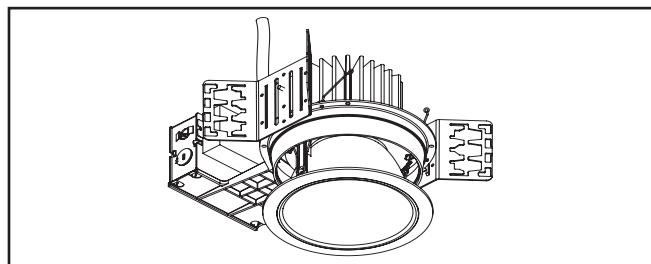

Figura 12.
11. Instale el motor de la luminaria LED y la unidad de la moldura insertando los muelles de torsión en los receptores del muelle ubicados dentro del alojamiento (Figura 12).
1. Extraiga la unidad de la moldura del alojamiento (Figura 12).